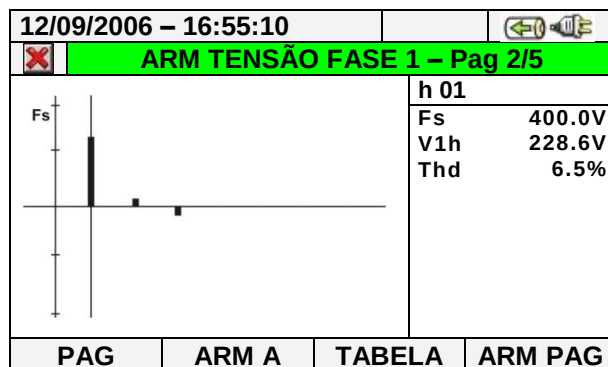

Fig. 68: Análise harmónica tensão V1 em valor de percentagem e absoluto para sistemas 4-fios
- Os valores dos harmónicos das tensões V1, V2, V3 e Vn e das correntes I1, I2, I3 e In com os respectivos valores da Distorção Harmónico Total (THD%) seja sob a forma de gráfico tipo histograma, seja sob a forma de tabela numérica, em valor de percentagem ou absoluta em função da configuração pretendida que são apresentados em quatro páginas consecutivas e ciclicamente seleccionáveis. Na Fig. 68 e Fig. 69 são apresentados, como exemplo, as situações relativas aos valores da